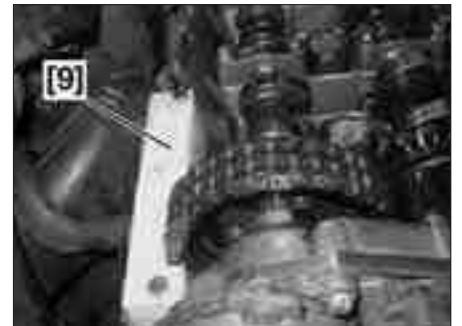
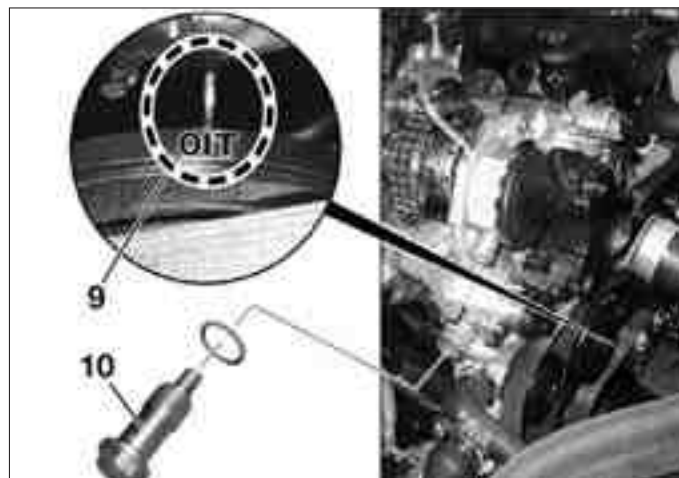

FIG. 25
FIG. 24
- Alinear las marcas de calado de la polea de cigüeñal con relación al cárter de distribución (9) (fig. 24).
- Desmontar el tensor de cadena de distribución (10).
- Montar el dispositivo de sujeción [9] (fig. 25).